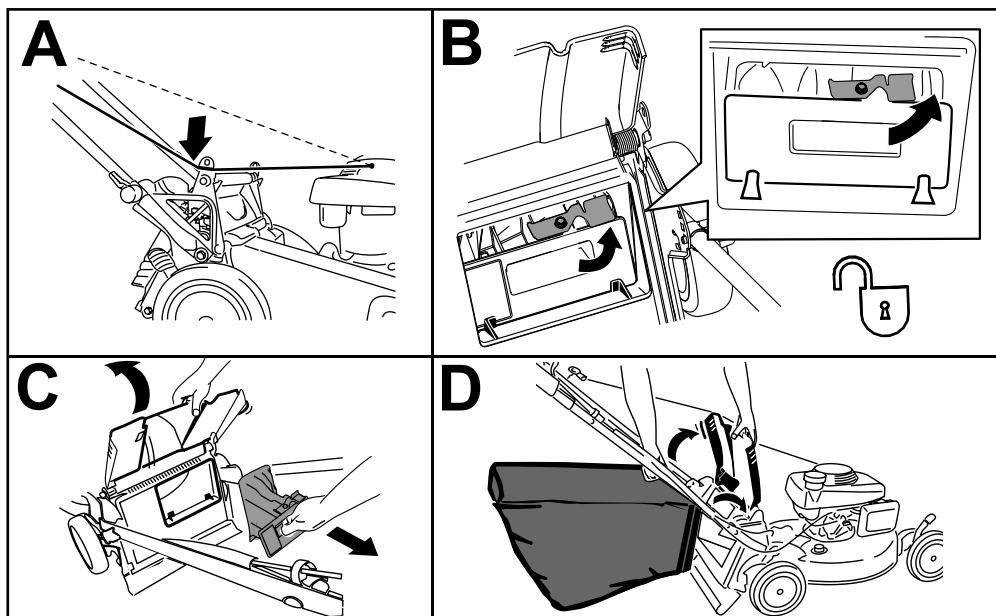

Figure 23
**Remarque:** Pour déverrouiller l'obturateur arrière, tournez le levier vers la droite (Figure 23).
1. Faites passer le câble du lanceur autour du guide inférieur (encadré A de la Figure 23).
2. Soulevez le déflecteur arrière et maintenez-le dans cette position puis retirez l'obturateur arrière (encadré B de la Figure 23).
3. Retirez l'obturateur arrière (encadré C de la Figure 23).
4. Accrochez le bord supérieur avant du bac aux ergots sur les crans des supports de poignée (encadré D de la Figure 23).